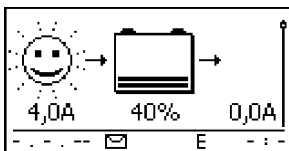
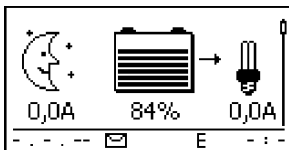

Fig. 7: L'écran après le raccordement du panneau solaire par temps ensoleillé
Fig. 8: L'écran après le raccordement du panneau solaire sans le soleil
3. ➤ Retirez le cache du panneau solaire et, le cas échéant, activez l'interrupteur sectionneur DC. L'écran affiche la Voir la Fig. 7 ou la Voir la Fig. 8.
4. ➤ Si Voir la Fig. 7 et Voir la Fig. 8 ne s'affichent pas, vérifiez l'installation et supprimez l'erreur, si nécessaire, à l'aide des indications de la section  15, pp. 129sqq.